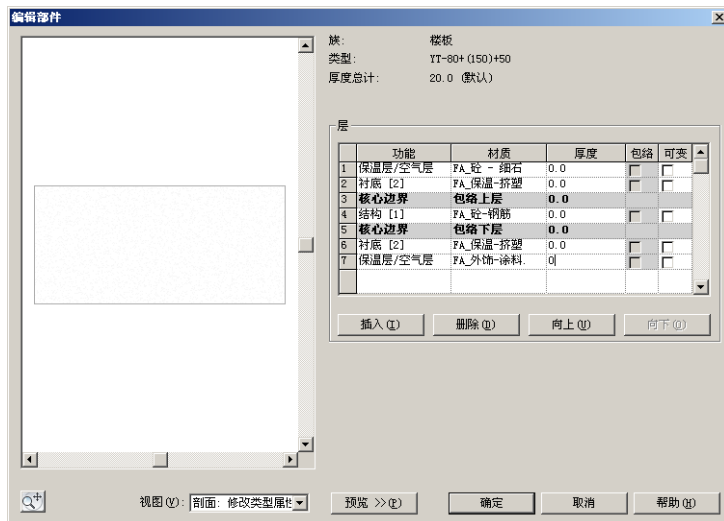

图 6-13
使用新建墙体类型的方法, 复制一个名称为“YT-80+ (150)+50”楼板, 设置其限制条件“相对标高”为-150, 单击“编辑类型”打开“类型属性”对话框中单击“结构”后的“编辑”按钮, 在“编辑部件”对话框中单击“插入”, 插入三个新层, 通过“向上”、“向下”命令调整层的顺序 (如图 6-13 所示)。